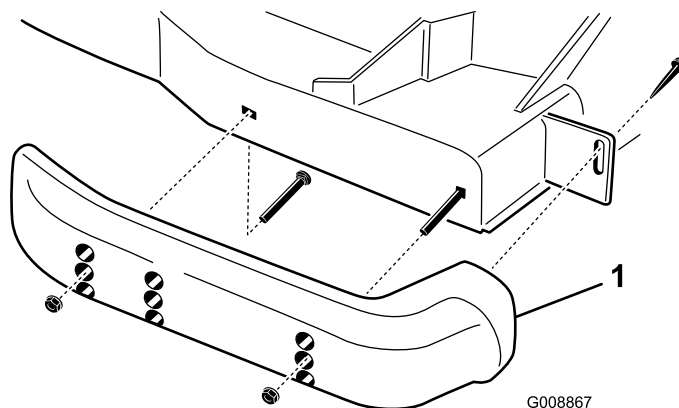

Figure 26
1. Desserrez la vis à l'avant de chaque patin (Figure 26).
- Retirez les boulons à embase et les écrous de chaque patin (Figure 26).